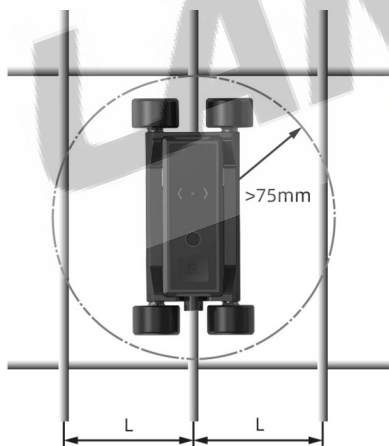

Fig.1.1
9. Comme le montre les figures 1.1 et 1.2, le rapport entre l'espacement des armatures L et la profondeur de couverture S ne doit généralement pas être inférieur à 2 : 1. Ce rapport devrait augmenter avec la taille des barres d'armature : pour les barres dont le diamètre est supérieur à 18 mm mais n'excède pas 25 mm, ce rapport doit être d'au moins 2,5 : 1 ; pour les diamètres supérieurs à 25 mm, ce rapport doit être d'au moins 3 : 1.
10. Comme le montre la figure 1.1, les sangles environnantes doivent être situées à au moins 75 mm du centre du point de mesure de la sonde.